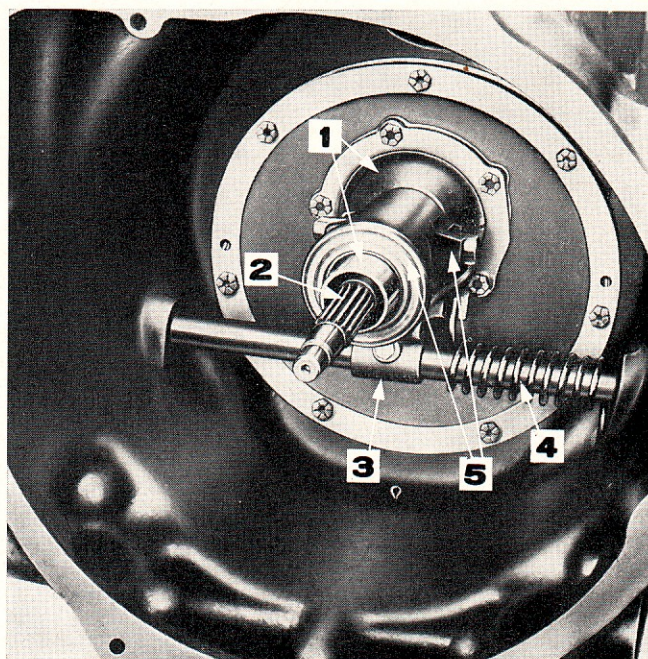

Figure 6: Tringlerie de commande d'embrayage
4. Faire sauter le ressort de rappel de l'arbre de débrayage pour le dégager du téton venu de fonderie à l'intérieur de l'extrémité avant du carter de transmission (fig. 6).
5. Faire passer l'arbre de débrayage à travers la bague gauche du carter de transmission et le pousser suffisamment pour pouvoir placer le ressort de rappel (fig. 6).